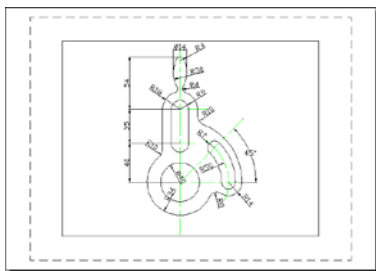
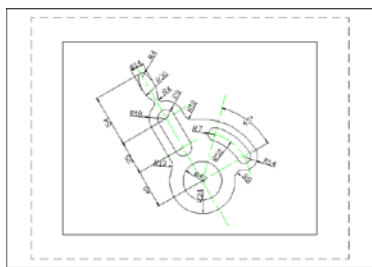

图 13.19 在浮动视口中旋转视图前的效果
图 13.20 在浮动视口中旋转视图后的效果
练习在浮动视口中将如图 13.19 所示图形旋转 30°。
(1) 启动 AutoCAD2012,打开随书附带光盘 CDR0M | 素材 | Cha13 | 在浮动视口中旋转视图 dwg 文件,如图 13.19 所示。
(2) 在命令行输入 MVSETUP 命令。
(3) 在命令行的【输入选项[对齐(A)/创建(C)/缩放视口(S)/选项(O)/标题栏(T),放弃(U)]:】提示信息下输入 A,选择对齐方式。
(4) 在命令行的【输入选项[角度(A),水平(H),垂直对齐(V),旋转视图(R)放弃(U)]:】提示信息下输入 R,以旋转视图。
(5) 在命令行的【指定视口中要旋转视图的基点:】提示信息下,指定视口中要旋转视图的基点坐标为 (0,0)。
(6) 在命令行的【指定相对基点的角度:】提示信息下,指定旋转角度为 30,然后按 Enter 键,则旋转结果如图 13.20 所示。